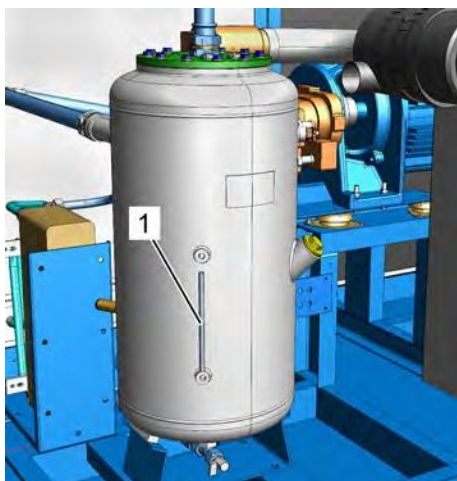

Рис. 37: Проверка указателя уровня воды
7. ➤ Проверьте уровень воды по указателю уровня воды (Рис. 37/1) и при необходимости долейте воду, как описано в ☞ Глава 8.4.2 «Проверка уровня воды / доливка воды» на странице 78.